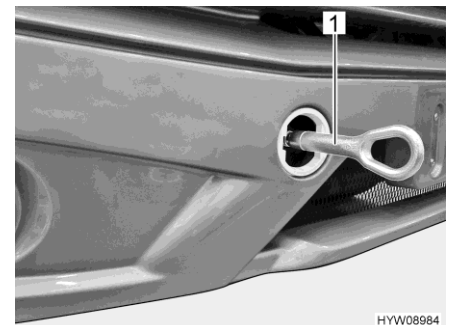

Bild 44 Bogserögla (monterad)
- Montera bogseröglan (Bild 44,1) enligt anvisningarna i bruksanvisningen till basfordonet.